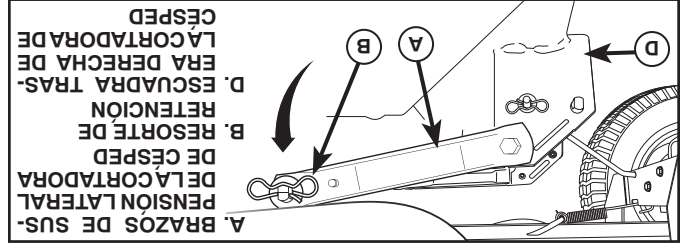

Fig. 12
9. INSTALE LOS BRAZOS DE SUSPENSIÓN LATERAL DE LA CORTADORA DE CÉSPED (A) EN EL CHASIS (Vea Fig. 12)
- Ubique el agujero delantero del brazo de suspensión lateral (A) sobre la chaveta en la parte exterior del chasis del tractor y asegure con una arandela grande y un resorte de retención grande (B).